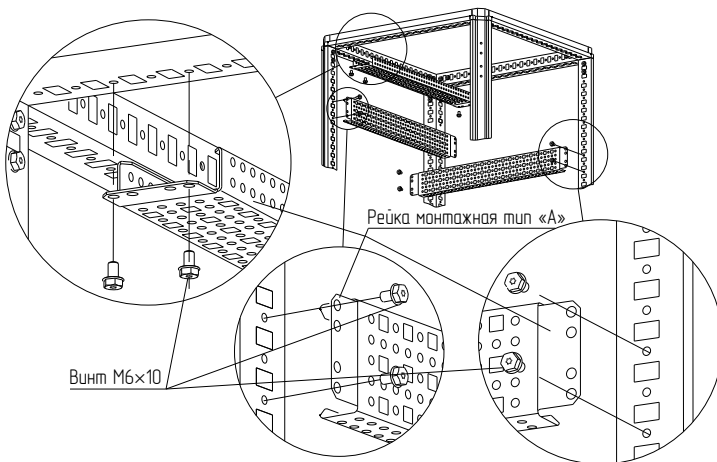

Рисунок 12
4.5.2.1 Приложите рейку монтажную тип «А» к стойкам 1 профиля на нужной высоте или к профилям крыши и закрепите винтами М6×10 (Рисунок 12). Момент затяжки – 7 Н·м. Винты приобретаются отдельно.